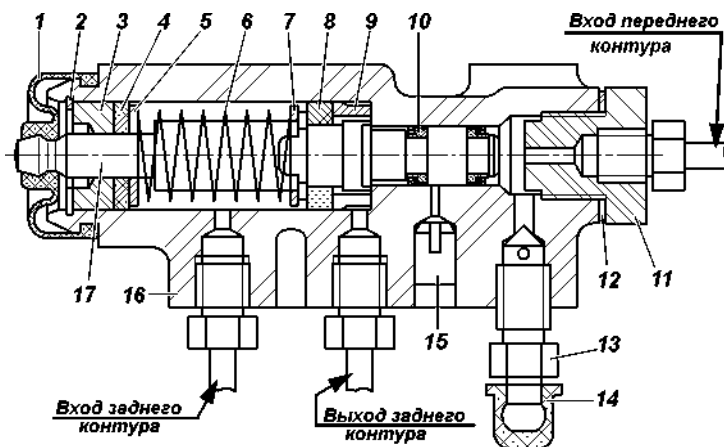
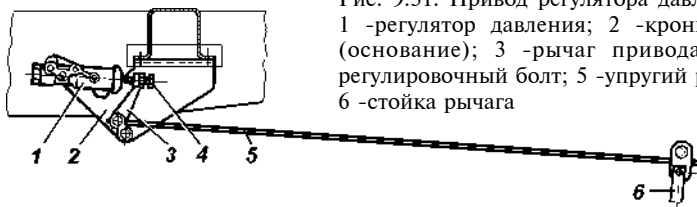

Рис. 9.30. Регулятор давления:
Рис. 9.31. Привод регулятора давления:
Регулятор давления. На автомобилях, не оснащенных антиблокировочной системой тормозов, устанавливается механический регулятор давления, действующий на задние тормоза (рис. 9.30), который обеспечивает оптимальное распределение тормозных сил по осям автомобиля и не допускает опережающую блокировку задних колес. При обслуживании проверяйте работоспособность регулятора давления. Очищайте регулятор от грязи и проверяйте надежность его крепления. Внешним осмотром убедитесь, что регулятор и детали его привода не имеют повреждений, отсутствуют подтекания тормозной жидкости и люфты в соединении стойки с упругим рычагом и кронштейном на заднем мосту.
При нажатии на педаль тормоза поршень 17 (рис. 9.30) регулятора давления должен выдвинуться из корпуса на 1,7 - 2,3 мм. Отсутствие хода поршня, а также его недостаточный или чрезмерный ход свидетельствует о неисправности регулятора или его привода.
В процессе эксплуатации и при замене задних рессор необходимо регулировать усилие упругого рычага 5 (рис. 9.31) на поршень регулятора. Регулировку производите в следующей последовательности:
2. Ослабьте контргайку регулировочного болта 4 (рис. 9.31) и отверните болт на 2-3 оборота.
3. Заверните болт 4 (рис. 9.31) до соприкосновения его с хвостовиком поршня 17 (см. рис. 9.30) регулятора.